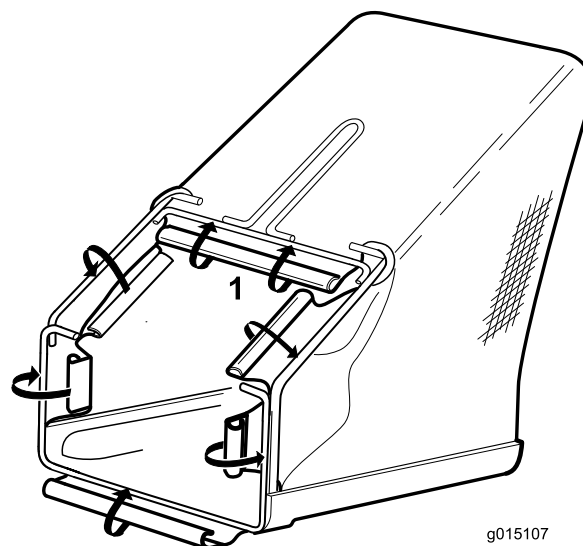

Figura 4
2. Empezando en el asa, conecte los 6 clips de plástico del recogedor al armazón de alambre (Figura 4).